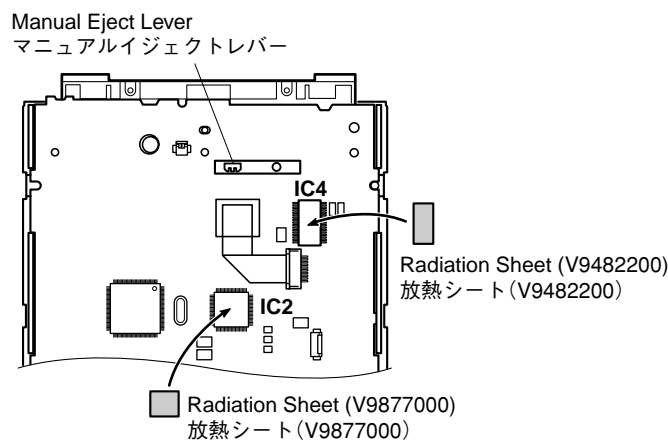

Fig. 5
- To open the Tray, move the Manual Eject Lever located on the bottom face. (Fig. 5)
- トレイを開ける場合は、底面のマニュアルイジェクトレバーを右へ動かして開きます。(Fig. 5)
- Attach the Radiation Sheets to the IC2 and IC4 located on the bottom face of the new CDR Mechanical Unit. (Fig. 5)
- 新しいCDRメカユニットの底面にあるIC2およびIC4に、放熱シートを貼り付けます。(Fig. 5)